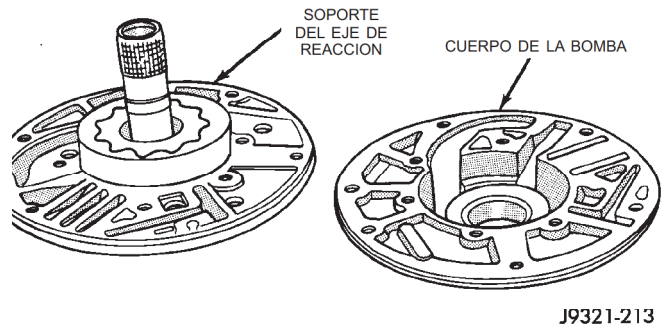

Fig. 123 Separación del cuerpo de la bomba del soporte del eje de reacción
- (4) Separe el soporte del cuerpo de la bomba (Fig. 123).